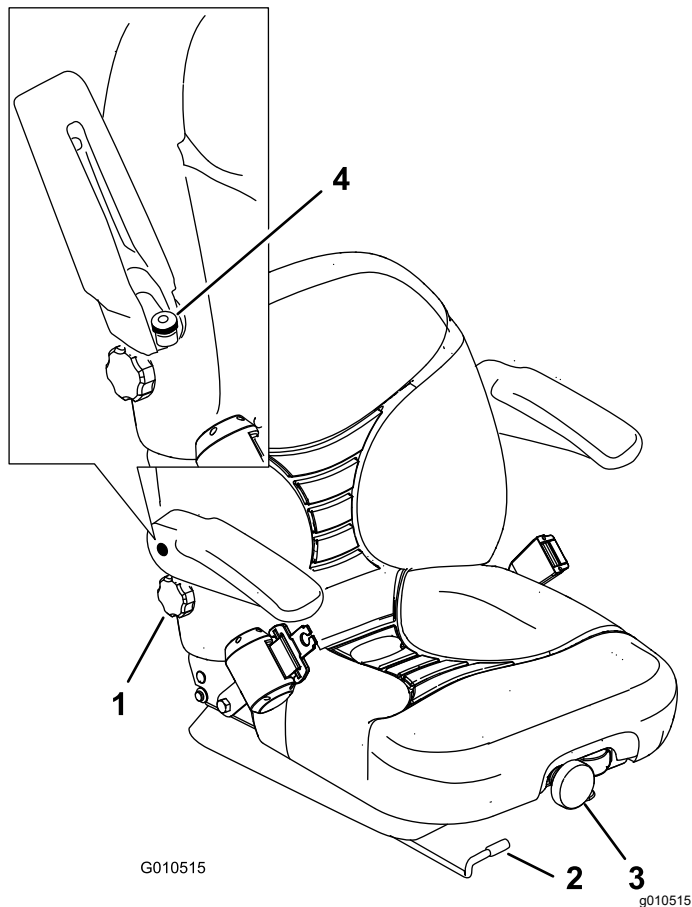

Bild 31
1. Bewegen Sie den Hebel zum Entriegeln des Sitzes zur Seite (Bild 31).
Drehen Sie das Handrad zum Verstellen an der Vorderseite solange, bis der gewünschte Komfort erreicht ist (Bild 31).
Drehen Sie zum Verstellen das Handrad unter der rechten Armlehne solange in eine Richtung, bis der gewünschte Komfort erreicht ist (Bild 31).
Heben Sie die Armlehne an und drehen Sie das Handrad in eine Richtung, bis der gewünschte Komfort erreicht ist (Bild 31).